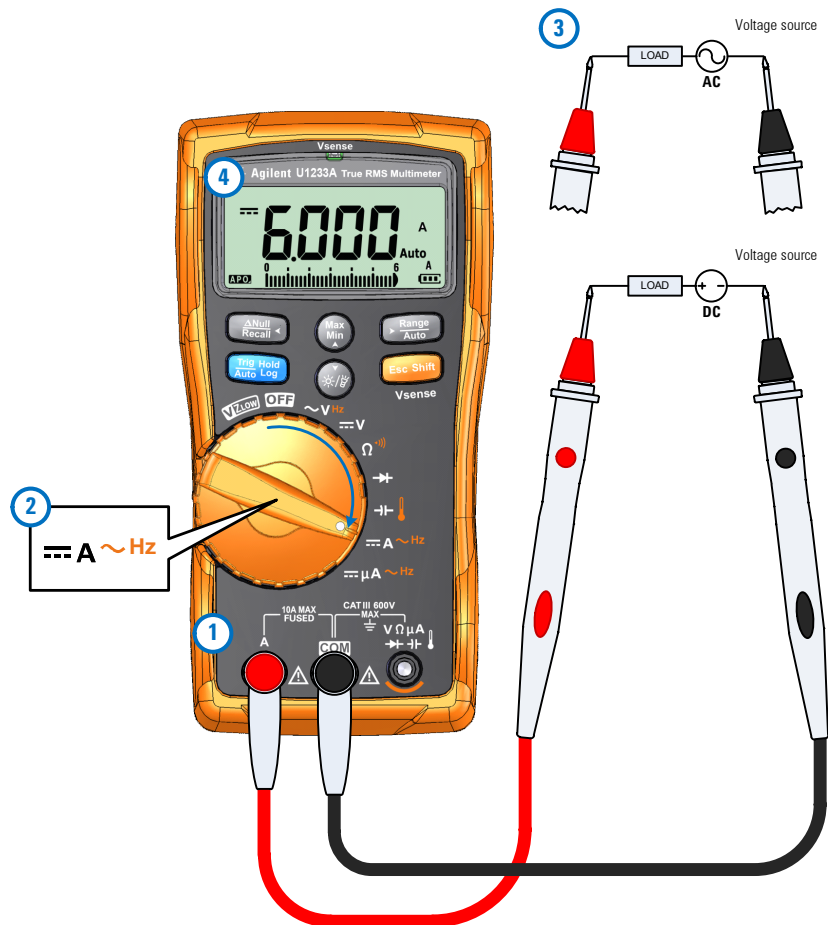
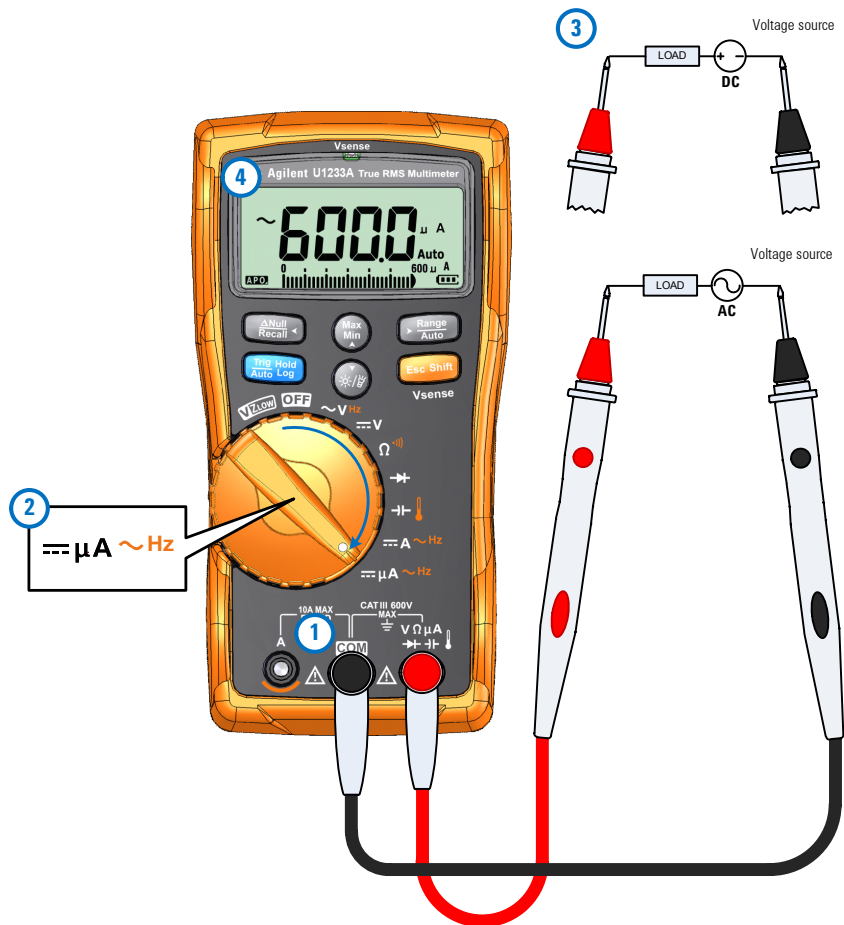

Abbildung 2-24 Messen von DC/AC-Strom (bis zu A)
Abbildung 2-25 Messen von AC/DC-Strom (bis zu µA)
Richten Sie das Multimeter wie in Abbildung 2-24 und Abbildung 2-25 gezeigt ein, um die AC- oder DC-Stromstärke zu messen. Prüfen Sie die Testpunkte und lesen Sie die Anzeige.
- 1 Richten Sie das Multimeter zur Messung von  $\mu\text{A}$  ein wie in Abbildung 2-25 gezeigt.